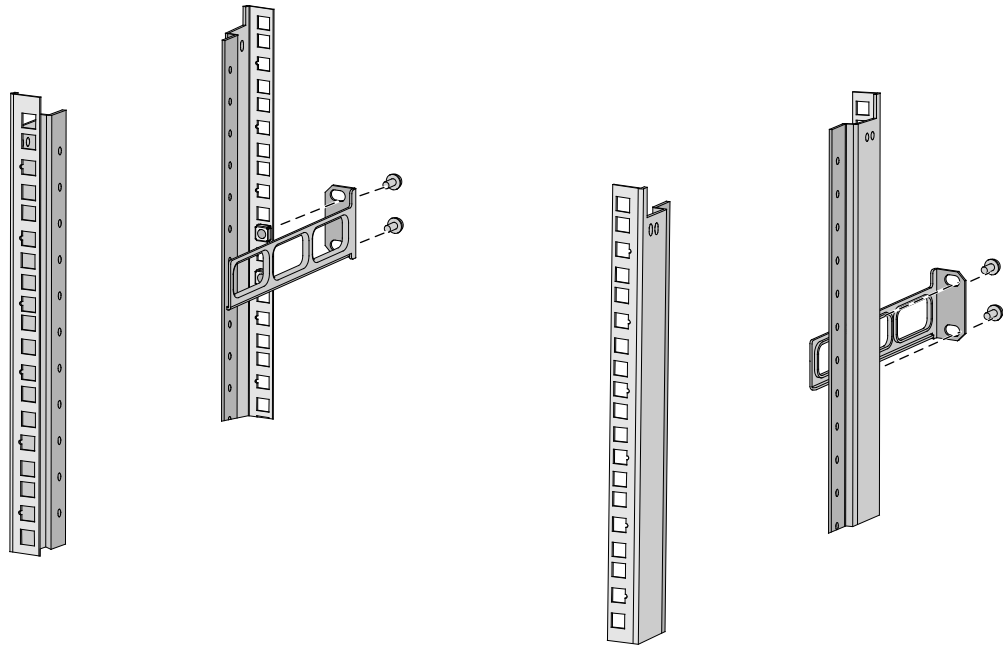
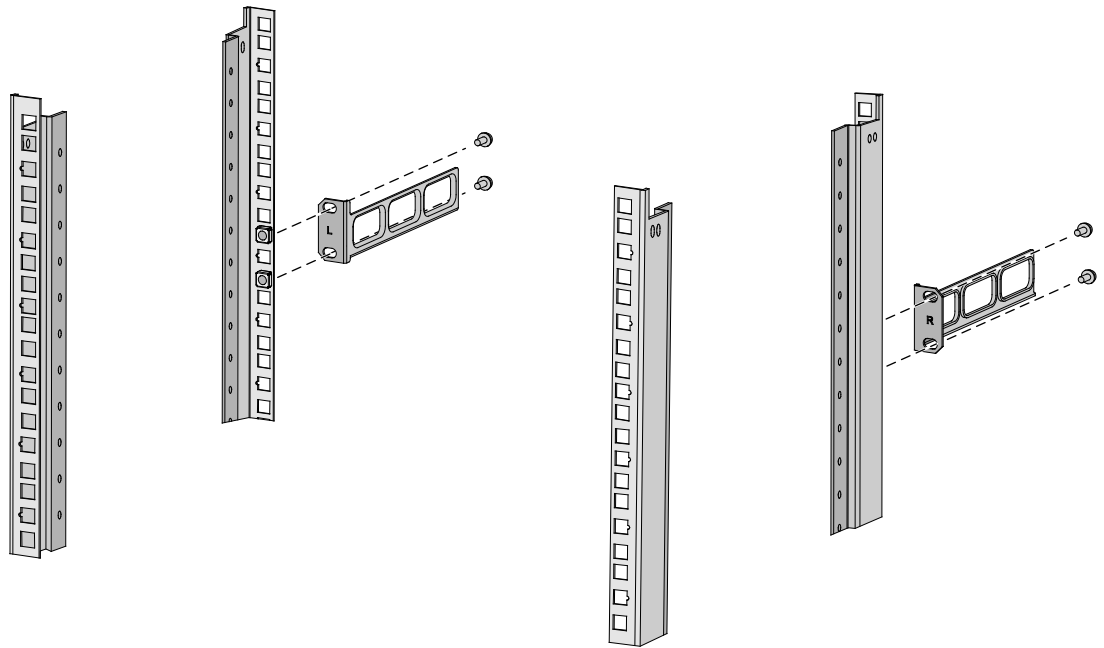

図 3-12 フランジのラックへの取り付け（ラックの内向き）
図 3-13 フランジのラックへの取り付け（ラックの外向き）
- 2) 図 3-12または図 3-13に示すように、リア側フランジを M6 ネジ（ユーザにて用意）で背面の支柱に取り付けます。